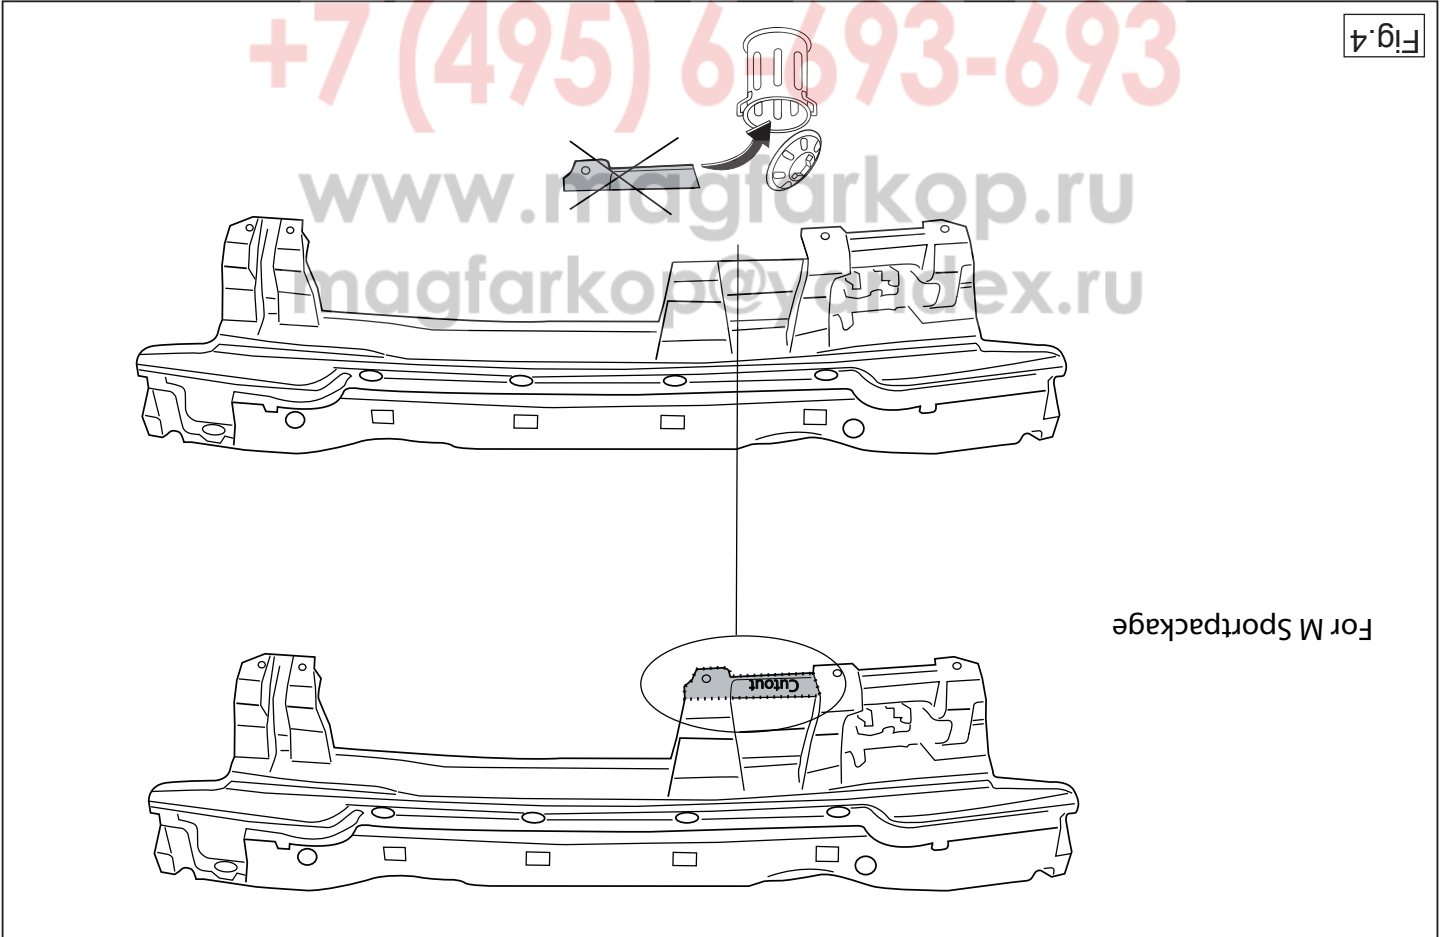

Fig.4
3. Saw out from the bumperin-network the section indicated in accordance with fig.4.
3. Gemäß Fig.4 die angegebenen Stücke aus der Stoßstangeninnenverkleidung heraussägen.